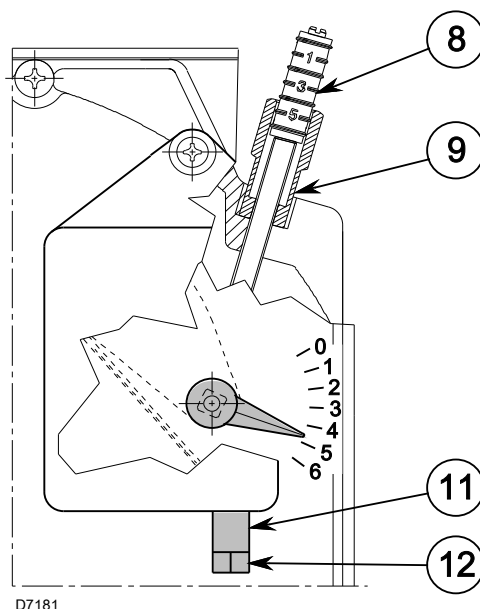

图 15
首次起动一定要用螺钉 12) (图 15) 进行, 使第一级风门位置指示器超过刻痕 1, (出厂设定在刻痕 1)。
- ▶ 拧松螺母 9) (图 15) 调整第二级气流 (参见表 T 中的 CO2 值)。
- ▶ 拧松 (顺时针方向) 螺母 11) (图 15) 后, 使用螺钉 12) 调整第一级气流, 参见下表中的 CO2 值。
- ▶ 达到理想设置后, 锁紧 (逆时针方向) 螺母 11) (图 15)。燃烧器停机时, 风门在自身重量作用下自动关闭, 烟道低气压最大可达 0.5 毫巴。